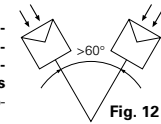

Fig. 12
**Montage/Fig. 12****D****4.3.8 Parallelanschluss von zwei Lichtsensoren**